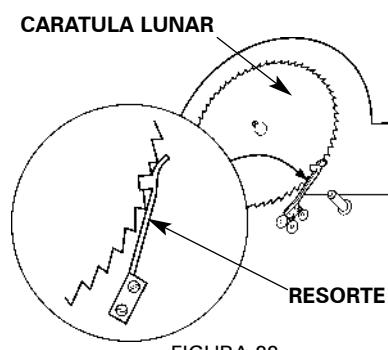

FIGURA 22
6. ¿El muelle de trinquete en la parte posterior del cuadrante está en la posición correcta? (Figura 22)
Si aun no puede girar la esfera lunar, el mecanismo de trinquete puede estar desalineado. No todas las esferas lunares funcionan por un mecanismo de trinquete, pero puede identificar rápidamente si su reloj lo tiene. Puede ubicar el mecanismo de trinquete en la parte posterior del cuadrante del reloj al revisar los paneles de acceso lateral, puertas laterales o a través del panel de acceso posterior que puede ser retirado. (Vea la figura 22). Con un dedo aplique tracción al trinquete alejándolo aproximadamente $\frac{1}{2}$ " del disco dentado y luego libérelo. El trinquete y el disco deben engranarse con alineación apropiada. Si el trinquete está en su ubicación adecuada y siente que aun persiste la resistencia al avance de la esfera lunar **NO LO FUERCE**.